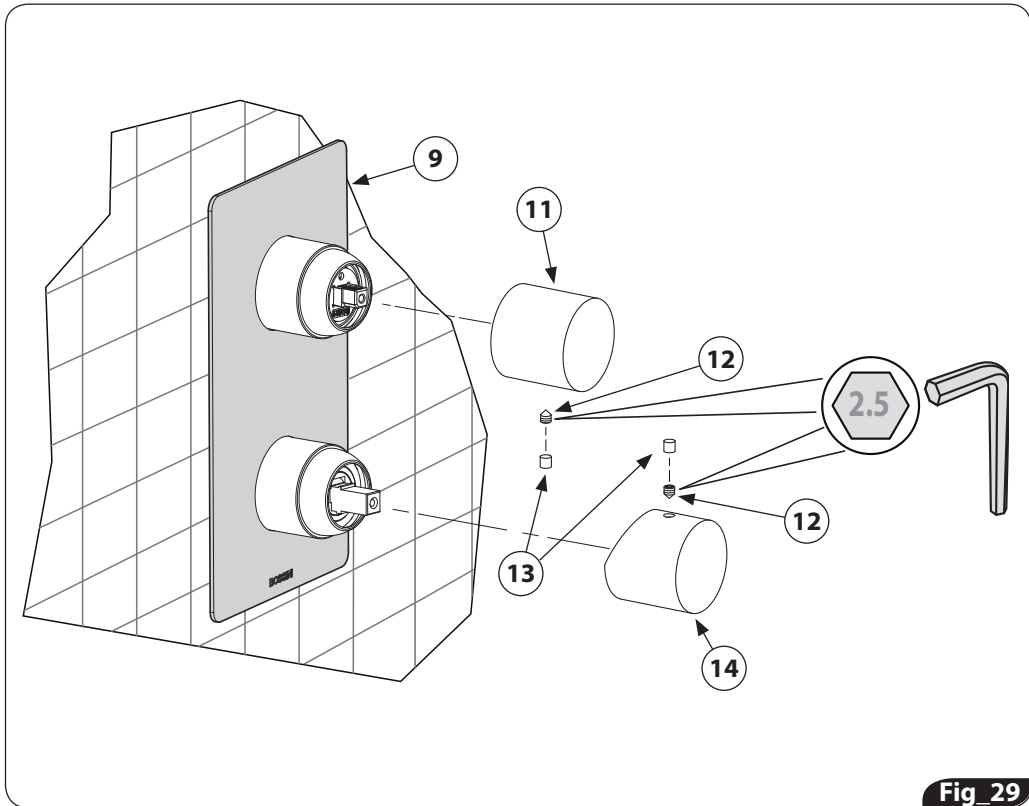

Fig 29
14. Inserire la piastra sui due cannotti sporgenti della parte incasso del rubinetto e spingerla contro la parete (fig.29)
15. Inserire la maniglia deviatrice (11). Fissarla con l'apposito grano (12) ed inserire tappino (13). (fig. 29)
14. Insert the cover plate on the headworks of the concealed part of the mixer and then push it against the wall (fig. 29)
15. Mount the diverter knob (11). Fix it in place with the grub screw (12) and insert the cap (13) (Fig. 29).
16. Insert the mixing and dispensing handle (14) by holding the hole facing up as shown in Figure 29. Attach it with the special grain (12) and insert the cap (13).
14. Die Abdeckplatte auf den Oberteilen des Unterputz-Teils der Brausebatterie durchziehen und dann sie gegen die Wand drücken (Abb. 29).
15. Bauen Sie den Umstellergriff (11) ein. Befestigen Sie ihn mit dem geeigneten Stift (12) und bauen Sie den Griffstopfen (13) ein. (Abb. 29)
16. Den Mischen und aus-zu Hebel (14) einstecken und das Loch nach oben halten, wie in Abbildung 29 gezeigt. Mit dem Sondergewindestift (12) ihn befestigen und den Deckel (13) einsetzen.
13. Monter les deux douilles (5) et visser les deux anneaux de couverture (10). (illustration 28)
15. Insérer la poignée de l'inverseur (11). La fixer à l'aide de la vis appropriée (12) puis insérer le cache-vis (13). (illustration 29)
16. Insérer la poignée de mélange et de distribution (14) en maintenant le trou vers le haut comme indiqué sur la figure 29. Fixer-la avec le grain spécial (12) et insérer le bouchon (13).
14. Insertar la placa de cubierta en las monturas de la parte de empujado del mezclador y empujarla contra la pared (fig. 29)
15. Introduzca la manilla desviadora (11). Fíjela con el bulón correspondiente (12) e introduzca el tapón (13) (fig. 29)